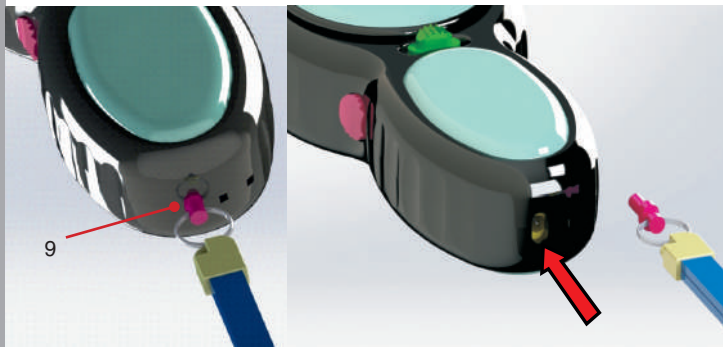

Рис. 5
Для зарядки встроенной АКБ (рис. 5) необходимо аккуратно вытащить заглушку (9), присоединить шнур внешнего зарядного устройства к разъему питания изделия и включить другую часть шнура в бытовую электросеть (~220 В, 50 Гц). При этом на внешнем зарядном устройстве должен загореться индикатор, отображающий процесс зарядки. Проверить степень заряда АКБ (см. п.2.2.4).